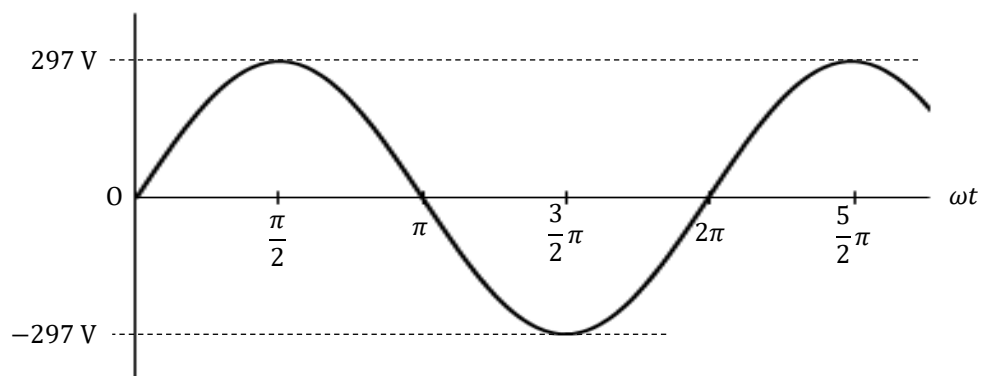

図4. 正弦波交流電圧の時間波形
- 2) 図4に示す正弦波交流波形の電圧実効値を求めよ。ただし、 $\sqrt{2} = 1.414$ として計算せよ。答案用紙には、小数第1位を四捨五入して整数で答えよ。